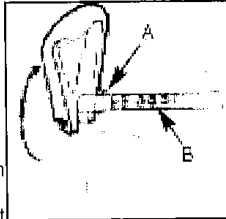

Fig. 1
1. Dévissez le vis de réglage et tournez la poignée en haut. Mettez la poignée en direction de la flèche, voir l'étiquette d'avertissement (B) Figure 1.